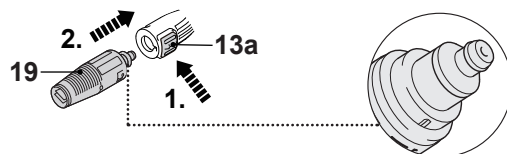

Fig. 10
2. Para ello, presione el botón de liberación (13a) y conecte la boquilla de chorro variable (19) a la lanza extensible (13). Suelte el botón (13a) para que la boquilla quede bloqueada en su sitio (Fig. 10).
3. Pruebe a tirar de la boquilla (19) para asegurarse de que ha quedado correctamente fijada en su sitio. No deberá soltarse de su conexión.